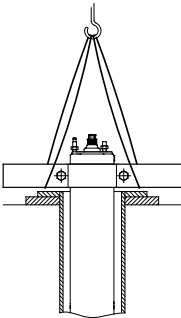

Fig. 15 Motor în poziție verticală
2. Plasați motorul în poziție verticală la la gura puțului. Vezi fig. 15.